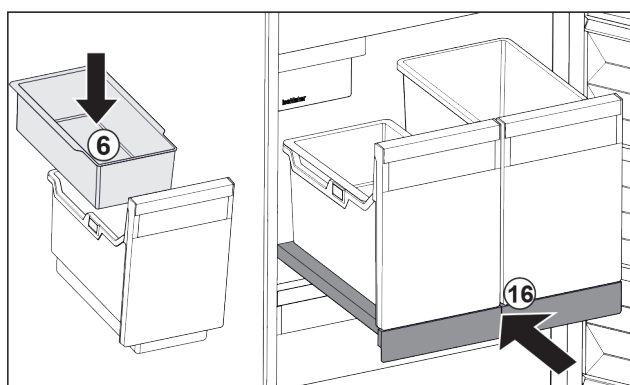

Fig. 107
- Vstavite obešalno skodelico Fig. 107 (6) za ledene kocke.
- Vstavite izvlečno polico s posodo (IceTower). Fig. 107 (16)